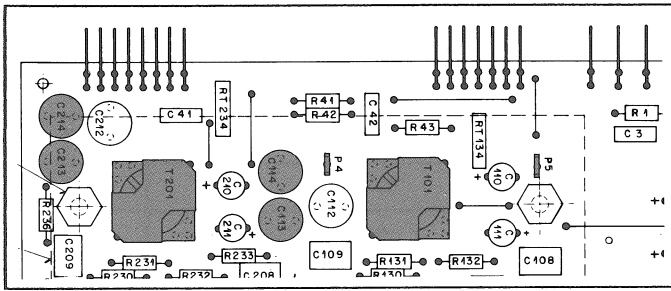

Fig. 9
- Edit vorwählen und mit dem Trimpotentiometer RA4 (Fig.9) den Edit-Bandzug so einstellen, dass das Magnetband in beide Richtungen, bei gleich starkem Anstossen, ungefähr gleich weit ausläuft.
- Das Analog-Multimeter mit "-" an P5 (CH 1) oder P4 (CH2) des ERASE AMPLIFIER BOARDS (Fig. 9) und mit "+" an den Messpunkt 37 des Extender Boards anschliessen.